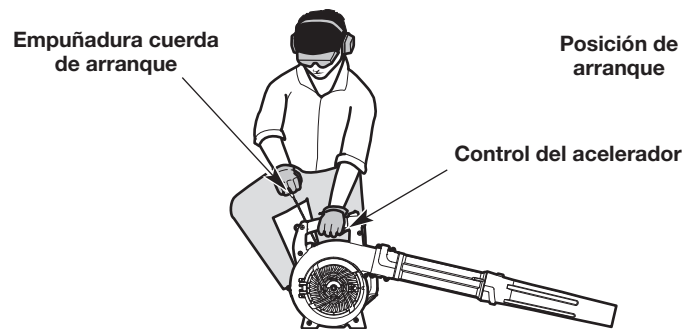

Fig. 12
ADVERTENCIA: Se debe evitar arrancar accidentalmente la unidad. A fin de evitar que se produzcan lesiones graves, el operador y la unidad deben estar en una posición estable cuando se jala la cuerda de arranque (Fig. 12).
3. Agacharse en la posición de arranque (Fig. 12).
5. Tire de la cuerda de arranque con un movimiento firme y controlado **5 veces** (Fig. 12).